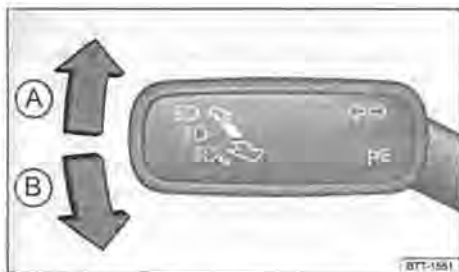

Fig. 63 La leva degli indicatori di direzione e degli abbaglianti, sul lato sinistro del piantone dello sterzo
- Mettere la leva degli indicatori di direzione e degli abbaglianti dalla posizione centrale in quella seguente → fig. 63:
- (A) Luci di parcheggio accese sul lato destro.
- (B) Luci di parcheggio accese sul lato sinistro.